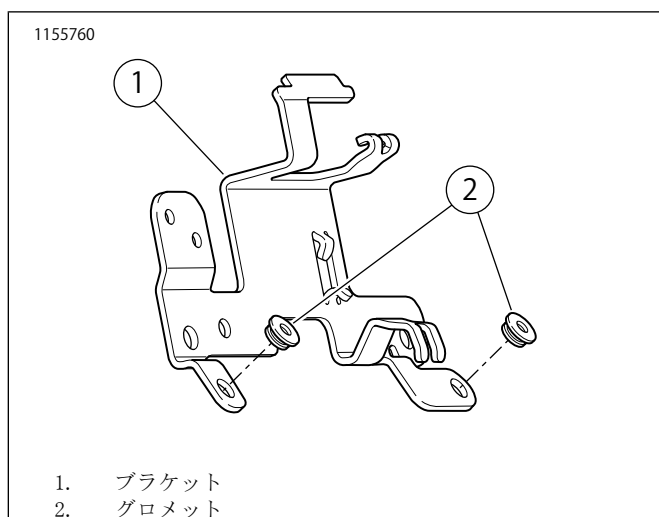

図2。グロメット
2. 図2を参照してください。新品のグロメット(2)を新品のブラケット(9)に取り付けます。